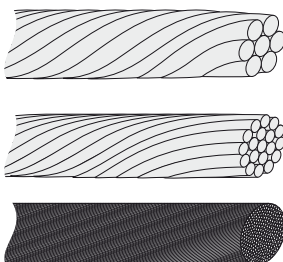

Figure 2.17 Câbles aux conducteurs différents (du haut vers le bas) : multibrin, à conducteurs fins et à conducteurs extrafins
5. Connectez les trois conducteurs de réseau (L1, L2, L3) et le conducteur de protection à la plaque à bornes avec les repères correspondants. Le conducteur de protection est signalé par le symbole représenté sur la figure 2.17.